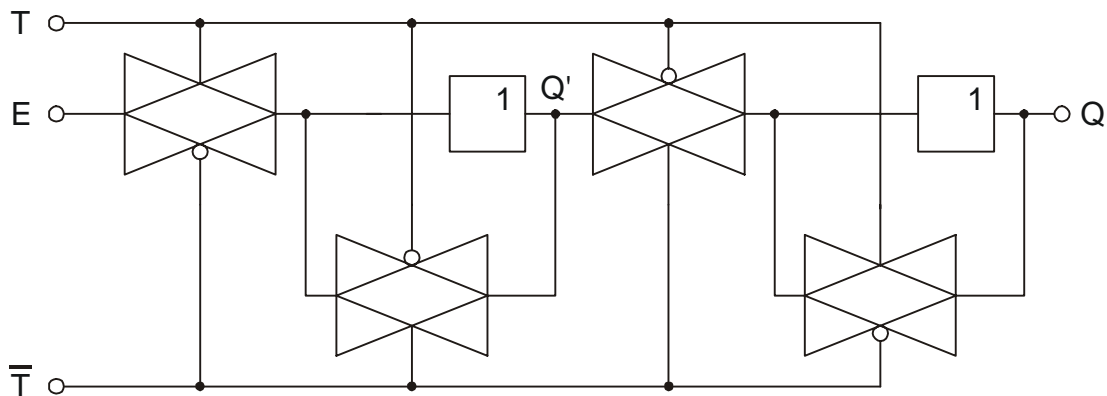
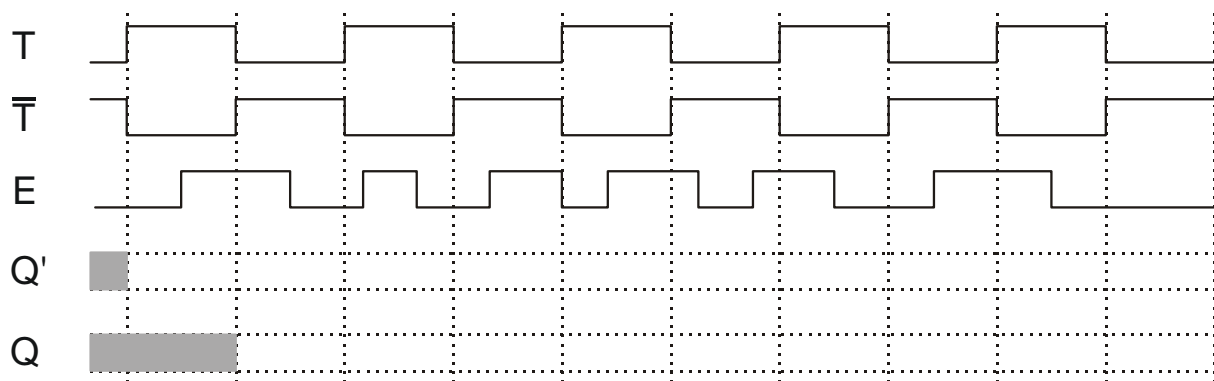

Bild 4.2: Flip-Flop-Schaltung aus Transferegates
Bild 4.3: Signalverläufe in der Schaltung aus Bild 4.2
Bild 4.2 zeigt eine Flip-Flop-Schaltung aus Transferegates. Die beiden Treiber (mit „1“ in einem Rechteck symbolisiert) sind Signalverstärker und dienen dem Aufrechterhalten der entsprechenden logischen Zustände.
An den Eingang E der Schaltung nach Bild 4.2 werde ein Eingangssignal nach Bild 4.3 angelegt.
- c) Tragen Sie in Bild 4.3 die Verläufe des Zwischensignals Q' sowie des Ausgangssignals Q der Schaltung aus Bild 4.2 ein! An den grau hinterlegten Stellen sind die Signale undefiniert.